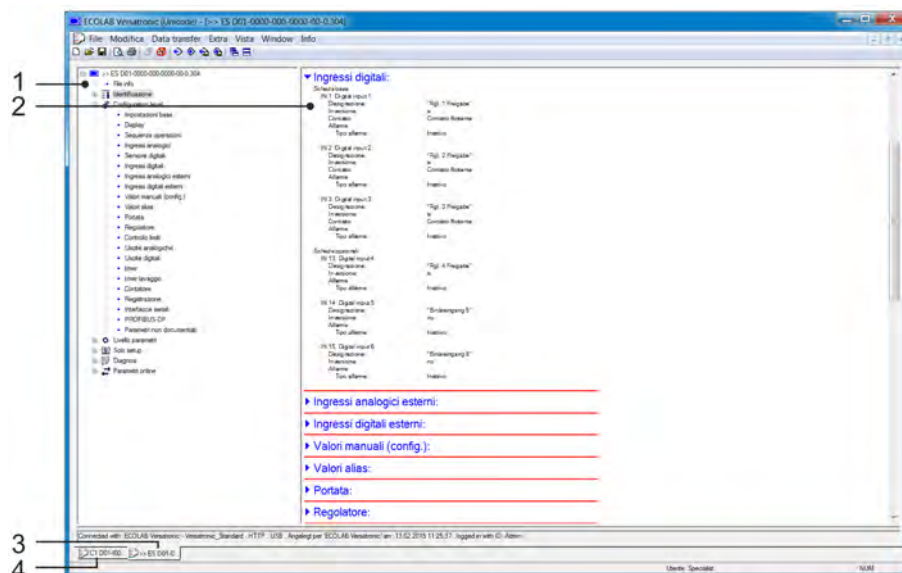

Fig. 105: Modifica il file di installazione
1. ► Posiziona il puntatore del mouse tra due gruppi di simboli (vedi Fig. 105 .)